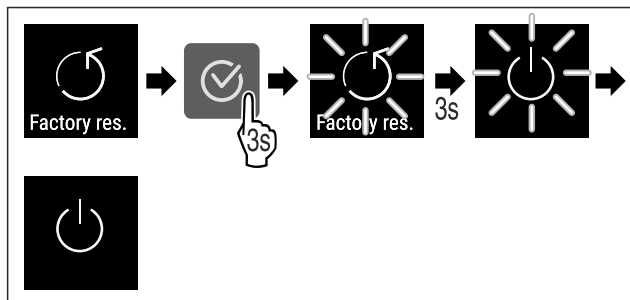

Fig. 113
► Wykonać czynności (patrz Fig. 113) .